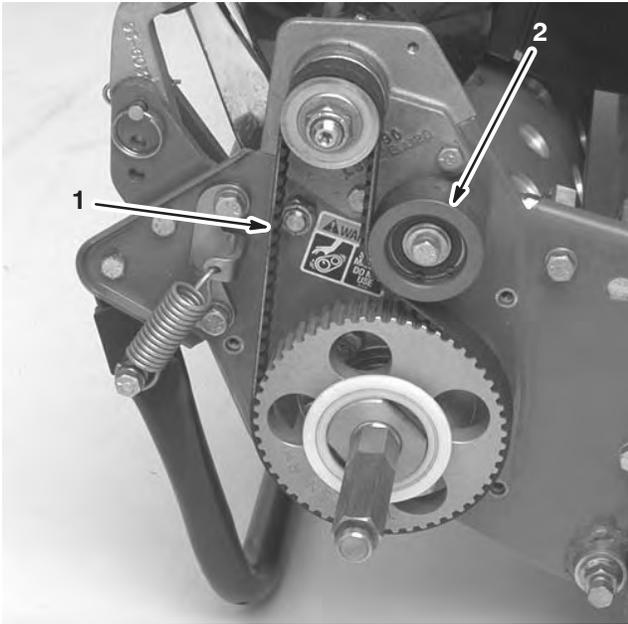

Figure 37
2. Desserrez l'écrou de fixation de la poulie de tension et faites pivoter la poulie dans le sens horaire contre l'arrière de la courroie jusqu'à ce que vous obteniez la tension voulue (Fig. 37).